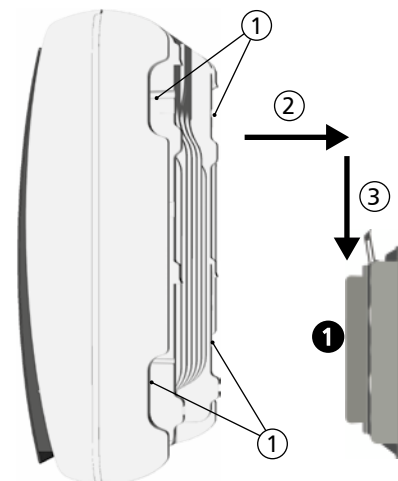

Abbildung 38
1. Wechselrichter an Griffmulden ① fassen, mittig auf die Montageplatte ① aufsetzen ② und leicht andrücken (Abbildung 38).
2. Wechselrichter absenken ③: